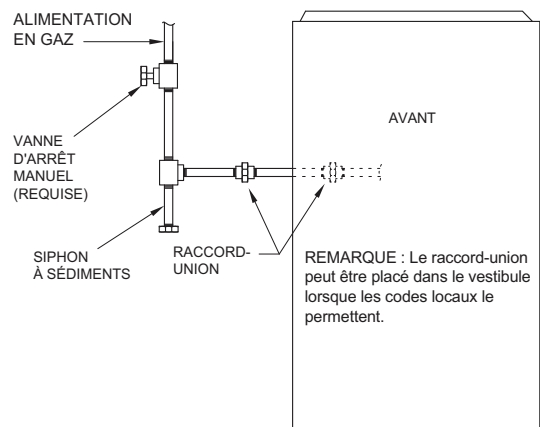

Fig. 31 – Disposition type de la tuyauterie de gaz
Posez un siphon à sédiments externe sur la colonne montante qui mène à la chaudière, tel qu'illustré à la Fig. 31. Raccordez un embout de raccord à l'extrémité inférieure du raccord en T. L'embout de raccord devrait s'étendre sous le niveau des commandes de gaz de la chaudière. Posez un raccord à rodage conique entre la soupape de commande de gaz et la vanne d'arrêt manuel du gaz.
5. Fixez le coffret électrique externe au caisson de la chaudière à l'aide de deux (2) vis à tôle.
11. Raccordez les fils d'alimentation et neutres sur place aux fils d'alimentation électrique de la chaudière à l'intérieur du coffret électrique externe, tel qu'illustré à la Fig. 31.